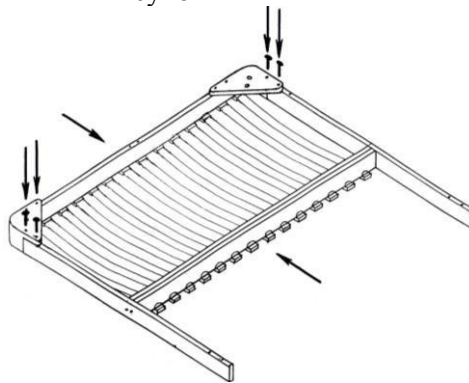

Рисунок 5
6. С помощью 4 саморезов присоедините поперечные бруски к пластиковым уголкам (рисунок 5).